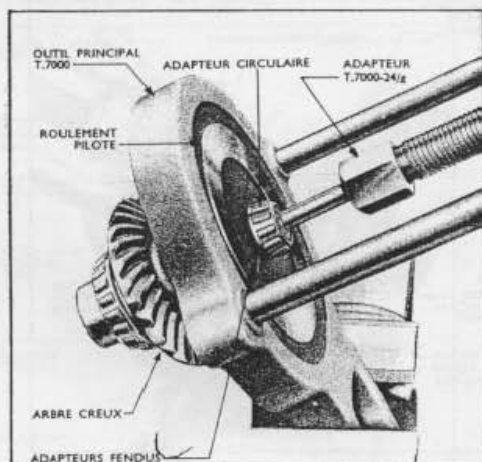

Fig. 10
8. Pour extraire le roulement pilote d'arbre d'entraînement, utiliser l'outil principal T. 7000 équipé de l'adaptateur circulaire. Positionner l'extrémité de l'arbre portant le roulement pilote dans l'alésage de l'adaptateur circulaire, le renvoi d'angle étant à l'extérieur de l'outil. Monter les adaptateurs fendus T. 7000-24/a entre l'adaptateur circulaire et le roulement pilote. Monter l'adaptateur T. 7000-24/g sur l'extrémité de la vis centrale de l'outil; extraire l'arbre du roulement pilote par pression (voir FIG. 10).